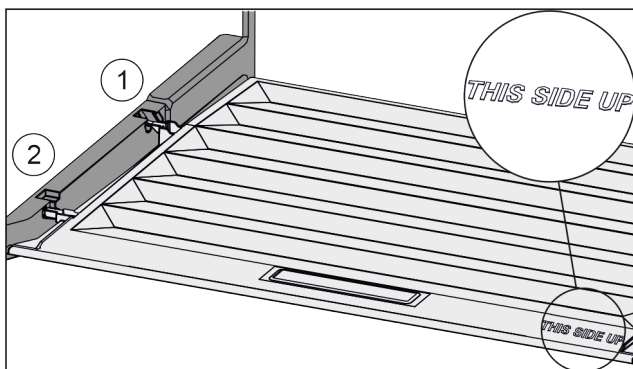

Fig. 72
- ▶ Dekselranden via de opening van de achterste houder Fig. 72 (1) aanbrengen en van voren in de houder Fig. 72 (2) klikken.